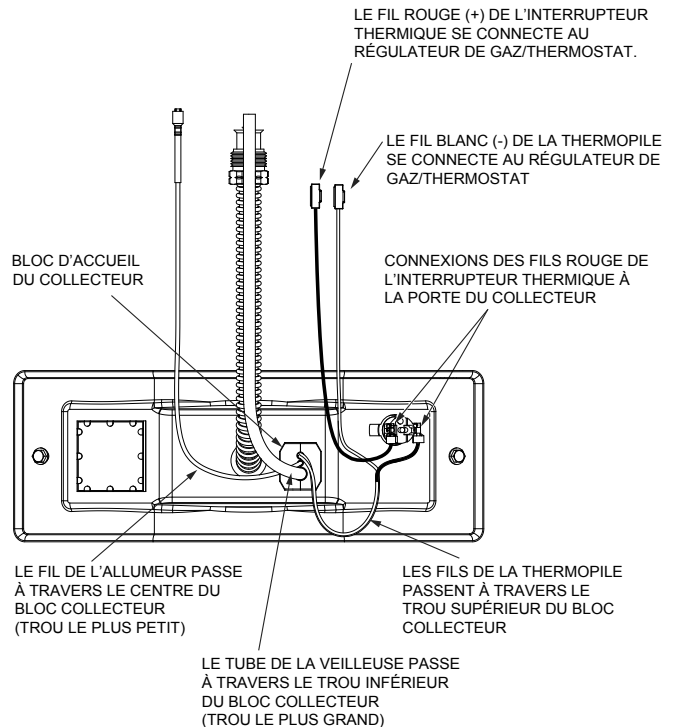

FIGURE 25.
9. Réinstaller le bloc d'accueil du collecteur dans la porte du collecteur. S'assurer que le tube du collecteur et les fils soient positionnés tel qu'illustrés dans la Figure 25.